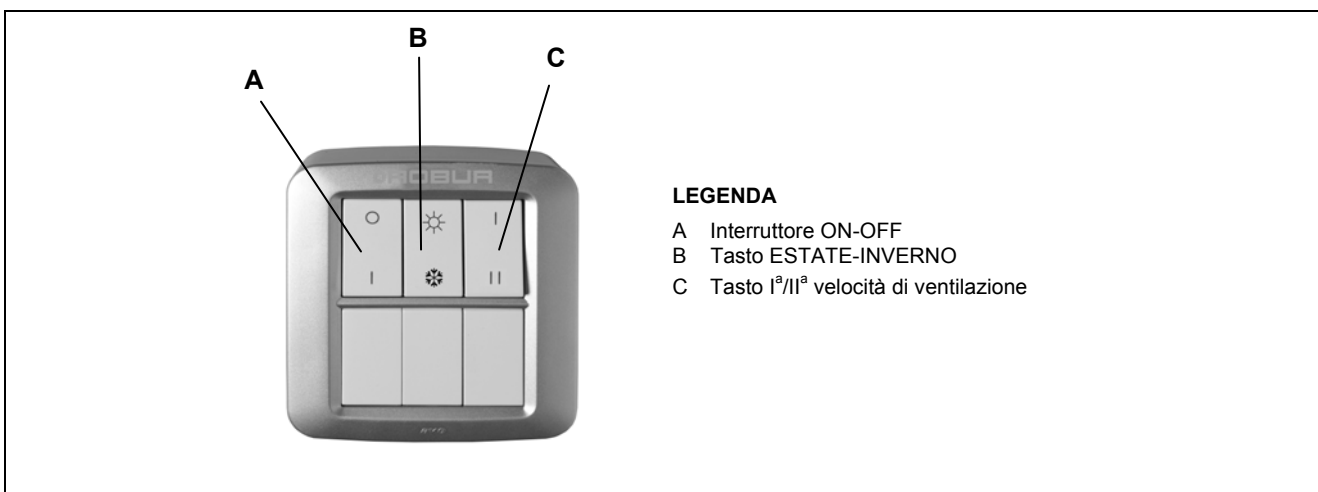

Figura 26 – COMANDO A TERRA VENTILANTI
- 5) Alimentare elettricamente le ventilanti e settarle alla velocità massima (posizione II del tasto C – vedi Figura 26 a pagina 42).
- 3) Posizionare il tasto A del comando a terra delle termoventilanti (Figura 26 a pagina 42) su "I" (on) e il tasto B sul funzionamento invernale (simbolo "fiocco di neve"; selezionare la velocità di ventilazione attraverso il tasto C ("I" velocità minima, "II" velocità massima).
- 3) Posizionare il tasto A del comando a terra delle termoventilanti (Figura 26 a pagina 42) su "I" (on).